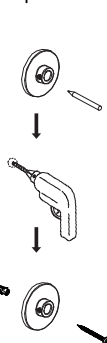

Figura 12
- Installare il supporto a parete nella posizione contrassegnata (Figura 12). Coprire la barra termostatica della doccia per evitare la polvere.